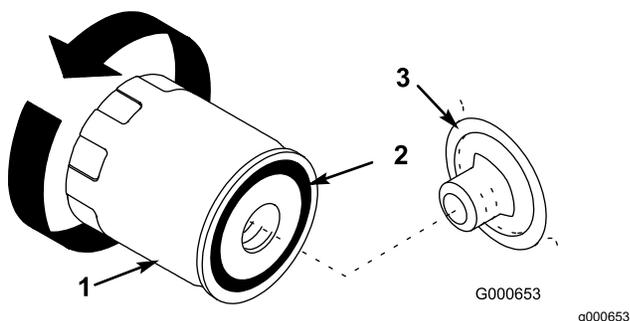

図 30
8. オイルフィルタを外し、フィルタのアダプタガasketの表面をきれいに拭く 図 30。
9. フィルタのガasketにきれいなオイルを薄く塗る 図 30。
10. アダプタに新しいフィルタを取り付ける。ガasketがアダプタに当たるまで手でねじ込み、そこから更に 1/2 回転増し締めする 図 30。